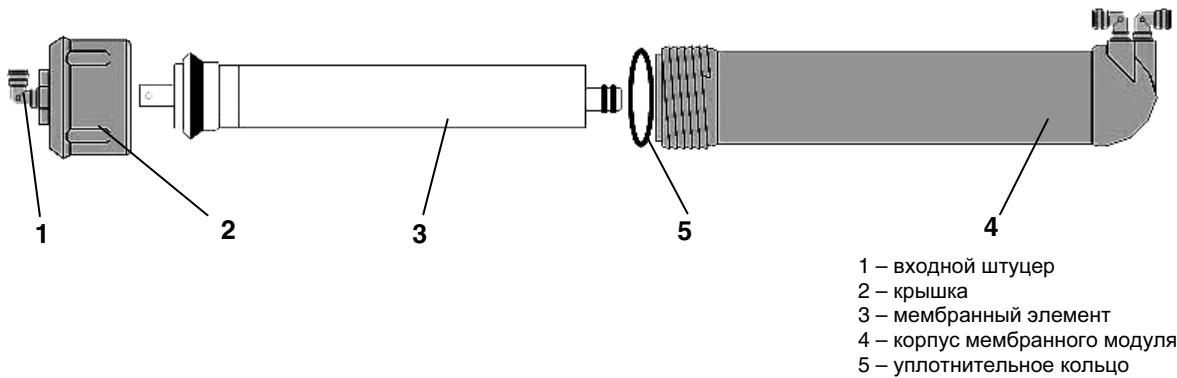

Рисунок 6. Блок обратного осмоса
6. Элемент сменный мембранный типа (мембранный элемент), производительностью 50 галлонов в сутки (Рис. 6, поз.3)	1 шт.
5.4 Установка мембранного элемента в корпус (Рис. 6)
Для замены мембранных элементов (см. рис. 6):